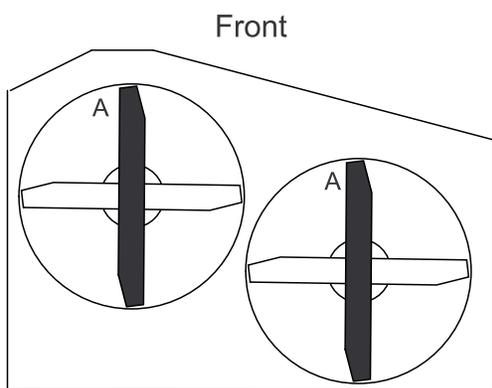

Figura 56
3. Gire las cuchillas hasta que los extremos estén orientados hacia adelante y hacia atrás. Mida desde una superficie nivelada hasta el filo de corte, posición **A**, de las cuchillas (Figura 55). Anote esta dimensión. Para carcasas de corte de 36 pulgadas, consulte la Figura 56.